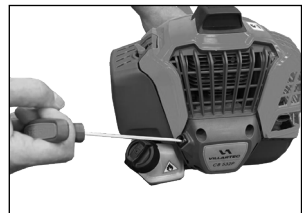

Рис. 22
- Шаг 3: Придерживая мотокосу рукой, потяните за ручку стартера (Рис. 22) до его «зацепления». Продолжайте тянуть за ручку стартера на длину 30-50 см несколько раз, до характерных «вспышек» двигателя (двигатель может запуститься и заглохнуть).